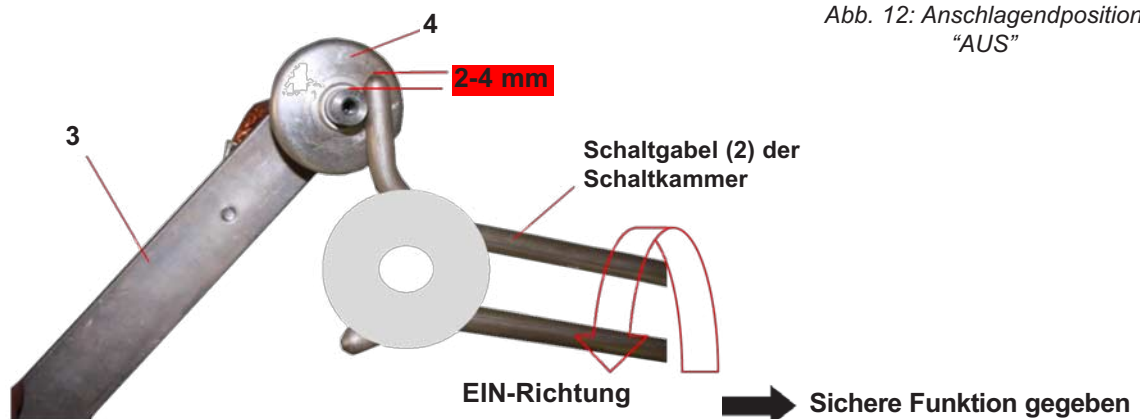

Abb. 13: Schnittdarstellung „obere“ Endposition der Schaltgabel (in AUS-Position)
- Position der Schaltgabel (2) auf den Kontakttellern (4) überprüfen (Abb. 13 und 14)